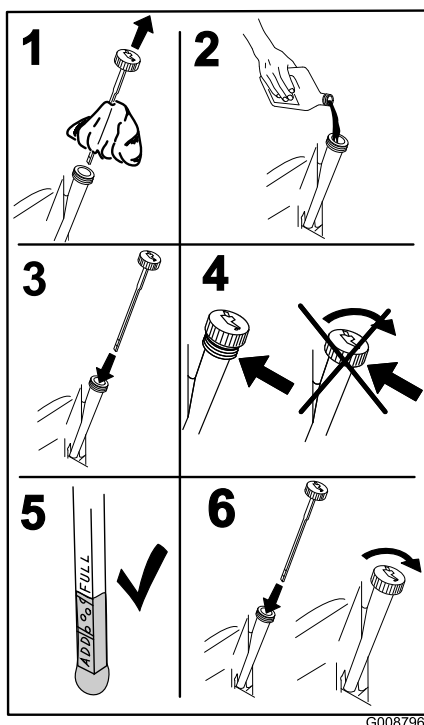

Figura 32
- Vierta lentamente un 80% aproximadamente del aceite especificado por el tubo de llenado, luego añada lentamente el resto del aceite hasta que llegue a la marca **Full** (Figura 32).